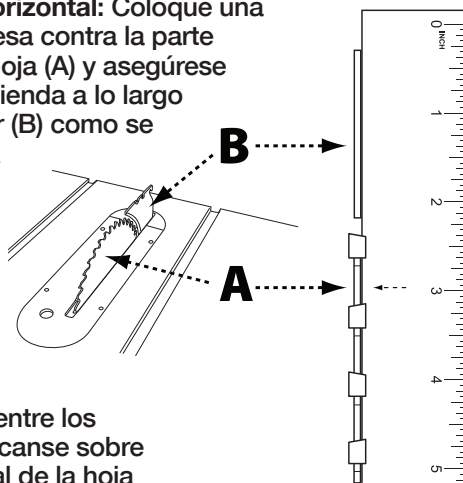

FIGURA 17a
1. **Alineación horizontal:** Coloque una regla en la mesa contra la parte frontal de la hoja (A) y asegúrese de que se extienda a lo largo del separador (B) como se muestra en la Figura 17a. El separador debe tocar ligeramente la regla. Asegúrese de que la regla se acomode entre los dientes y descansa sobre la parte frontal de la hoja y el separador para una alineación correcta.